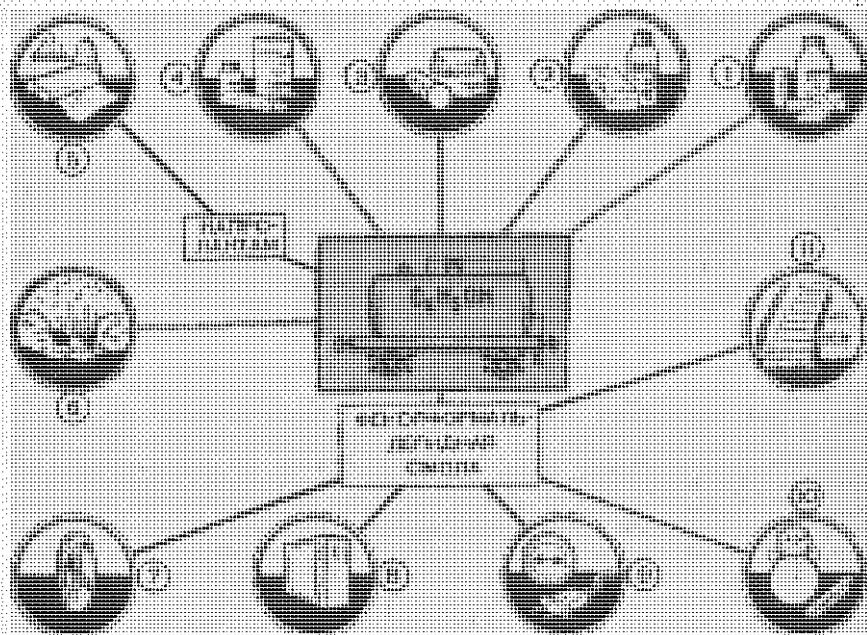

Рис. 155. Применение фенола:
**Применение.** Фенол применяют для производства фенолформальдегидных пластмасс, красителей, лекарств, взрывчатых веществ и других продуктов (рис. 155). Раствор фенола в воде обладает дезинфекционными свойствами.